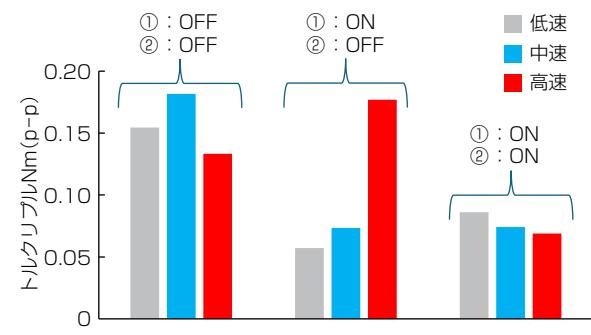

图2-トルクリップル実測結果
空間高調波に起因するトルクリップルを抑制する補償電流として、従来の電流-トルク脈動の関係に基づく補償項①に、電圧-電流脈動の関係に基づく補償項②を新たに加えたことである。この制御法を車載用モーターで実機実証した結果、低速から高速回転時までトルクリップルを抑制することを確認した(図2)。